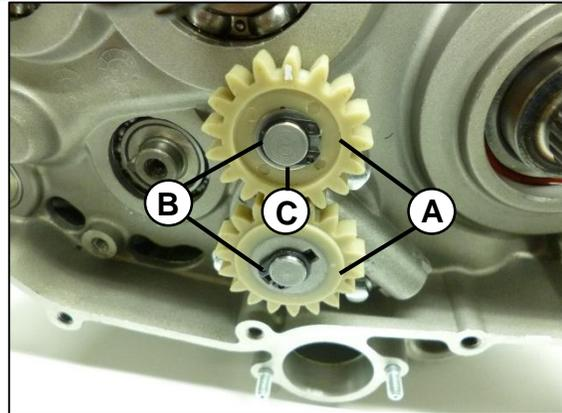

Fig. 04
Inspeccione el estado de los piñones (A) que comandan la bomba de aceite, retire los pines de seguridad (B) y la arandela de ajuste (C) Fig. 04